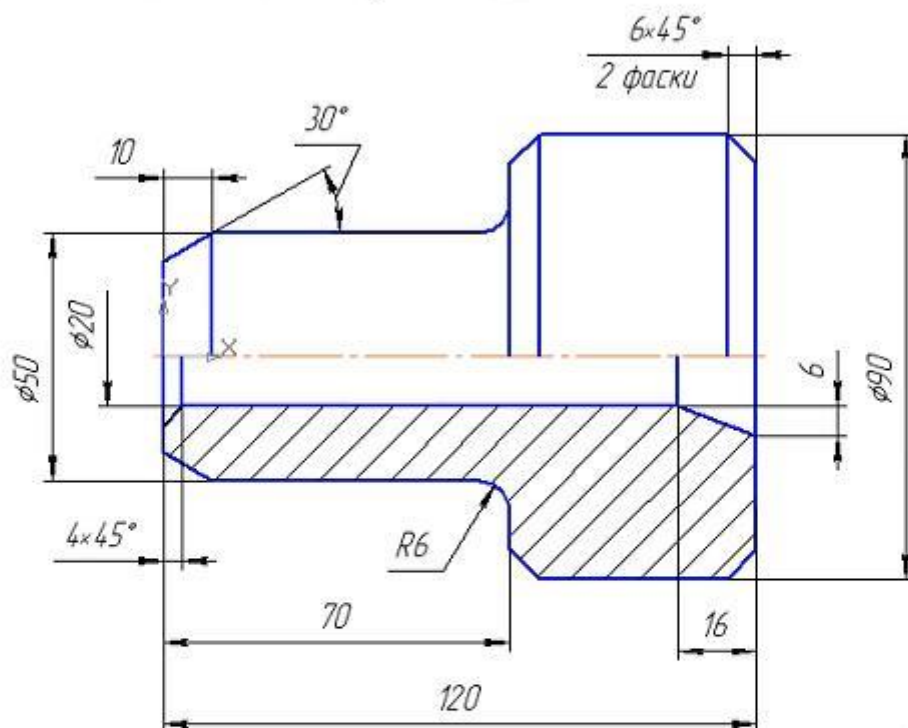

Рис. 85
5. Выполните чертеж детали, изображенной на рис. 85. На данном чертеже первый цилиндрический элемент на 20 мм длиннее, чем на чертеже, показанном на рис. 73. И вся длина детали увеличена тоже на 20 мм. В этом случае целесообразно изменить размеры детали командой **Деформация сдвигом**  на панели **Редактирование** .